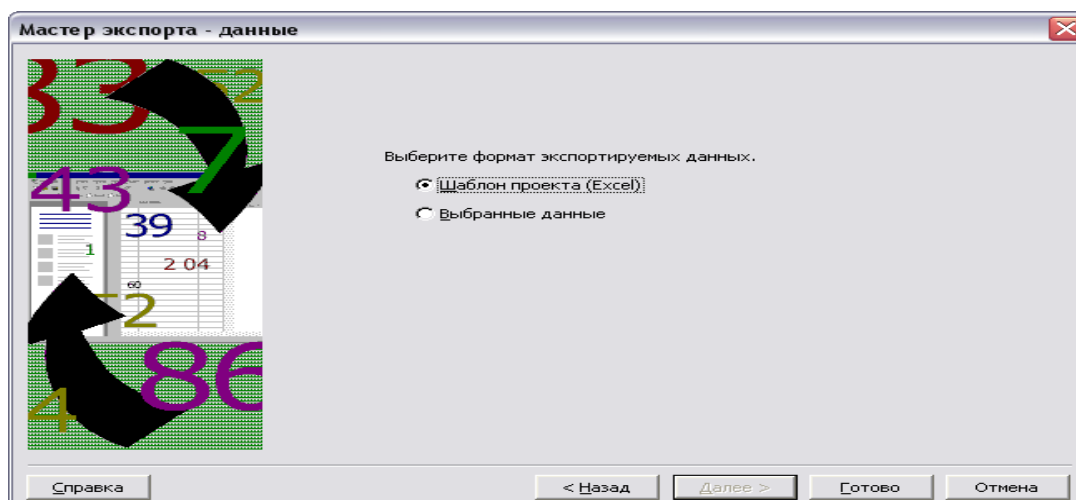

Рис. 44. Диалоговое окно «Мастер экспорта – данные»
2. В первом окне мастера экспорта щелкнуть на кнопке «Далее». В следующем диалоговом окне «Мастер экспорта – данные» мастер экспорта предложит выбрать формат экспортируемых данных (рис. 44)